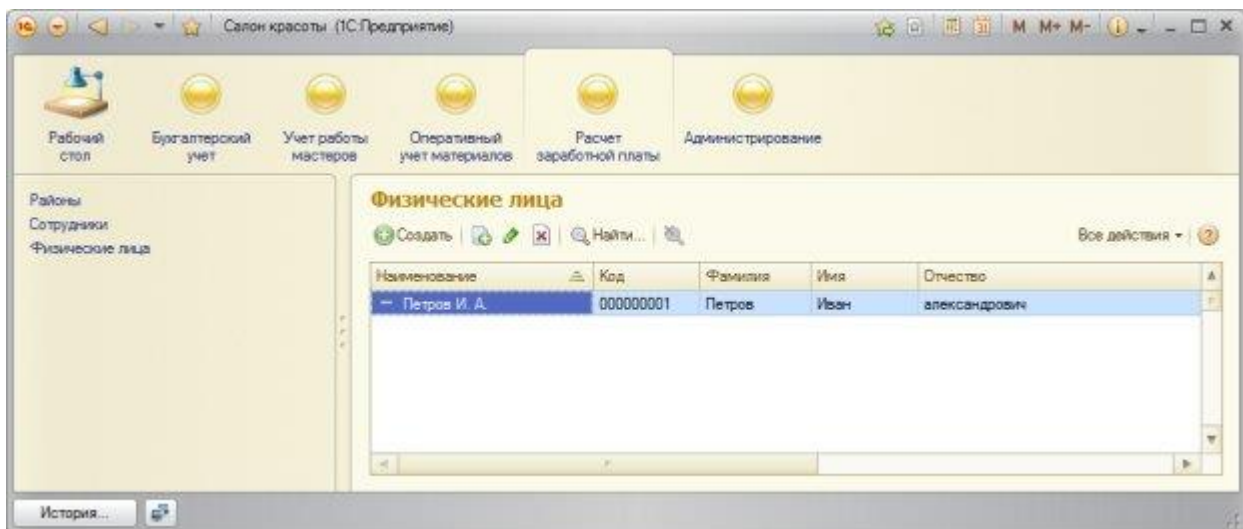

Рисунок 4.4- Новая запись в справочнике Физические лица
1.5 После успешного выполнения процедуры **ПередЗаписью**, наименование выглядит следующим образом. Мы намеренно ввели отчество с маленькой буквы – как было пояснено выше, наш код готов к такому повороту событий, Рисунок 4.4.